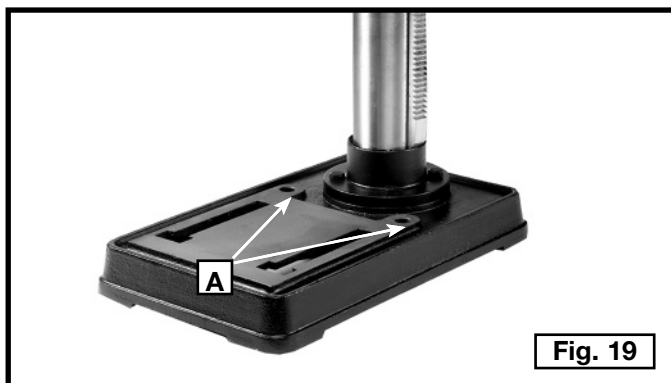

Fig. 19
Si pendant l'emploi, la machine a tendance à se renverser, glisser ou se déplacer sur la surface portante, son socle doit être immobilisé à la surface portante à l'aide de vis à collet carré M8 x 1,25 x 125 mm, de rondelles plates 8,5 mm, de rondelles-freins 8,5 mm et d'écrous hex. M8 x 1,25 installés dans les deux trous (A) fig. 19 du socle.